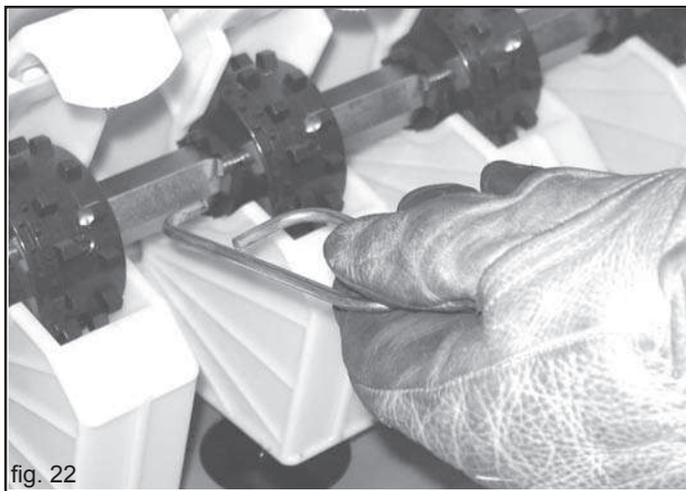
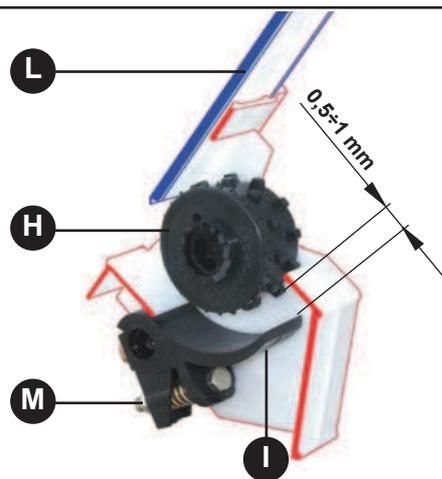
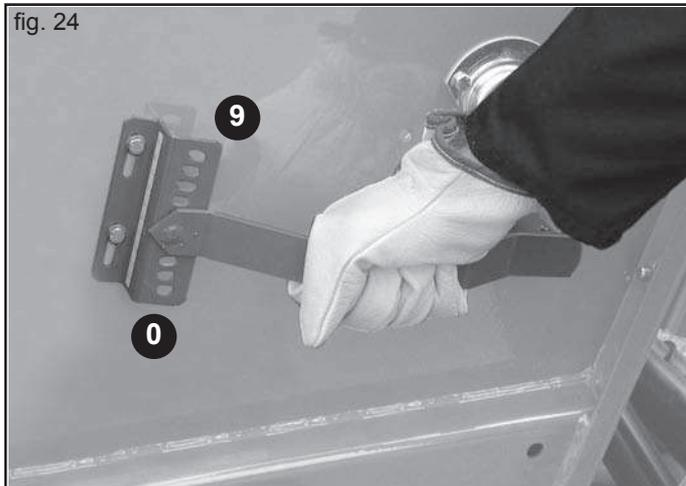

fig. 22
fig. 23
fig. 24
Die blätter zum Verschluss (L, Fig. 23) der Samenausgangsstützen des Trichters haben **drei Einstell-positionen** (Abb. 21).
Je nach Saatgut muß vor der Aussaat dergeeignetste Särollentyp (H, Abb. 23) gewählt werden. Die Maschine ist mit Rollen für kleine, mittelgroße und große Samen ausgestattet. Die Säapparatrolle wird unter Beachtung der in der *Tabelle 4* aufgeführten Anleitungen ausgewählt. Zur Auswahl der Rolle mit kleinen Zähnen muß der mitgelieferte Schlüssel (Abb. 22) in das Loch auf der linken Seite der Rolle eingesetzt werden und die Schubsperrung muß nach außen gedrückt werden.
Der Einstellhebel der Taster (Abb. 24) ist auf der linken Seite der Maschine angeordnet und wirkt auf einer Stufenskala mit 0 bis 9 Stellungen. Je nach verwendetem Samentyp muß der Hebel auf der Basis der der Saatguttabelle entnommenen Zahl positioniert werden. Befinden sich die Abtaster (I, Abb. 23) in der richtigen Position, so gewährleisten Sie eine kontinuierliche und konstante Verteilung des Saatguts.
Für eine optimale Saatgutausstreuung ist regelmäßig die Position der Abtaster (I) zu kontrollieren: der Abstand zwischen dem Taster und der Särolle (H) wird durch eine Mutter (M) bis $0,5 \pm 1$ mm (Abb. 23).